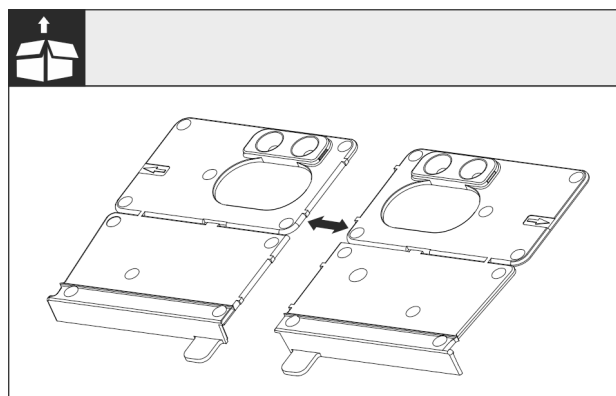

Fig. 27
- ▶ Oddělte montážní úhelník dna Fig. 27 () v perforaci.